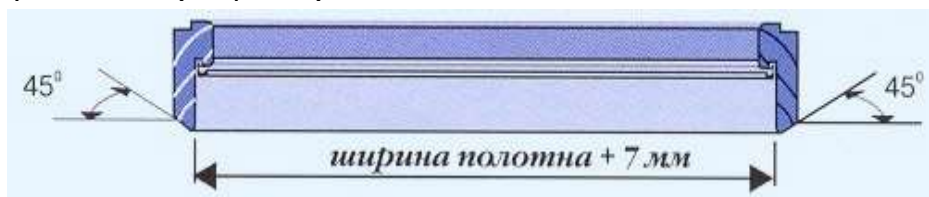

Рис.2
4. Размер верхнего элемента в части сопряжения с полотном должен быть равен ширине полотна +7 мм. Эту разметку сделайте, приложив его непосредственно к верхнему торцу полотна (см.рис.2).